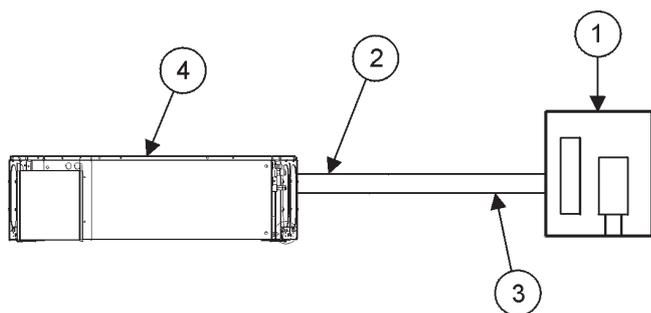

Fig. 22. Unités intérieure et extérieure installées au même niveau
- Les unités intérieure et extérieure sont installées au même niveau (cf. fig. 22). Ce type d'installation ne requiert aucun siphon d'huile. Cf. les instructions détaillées au paragraphe précédent.